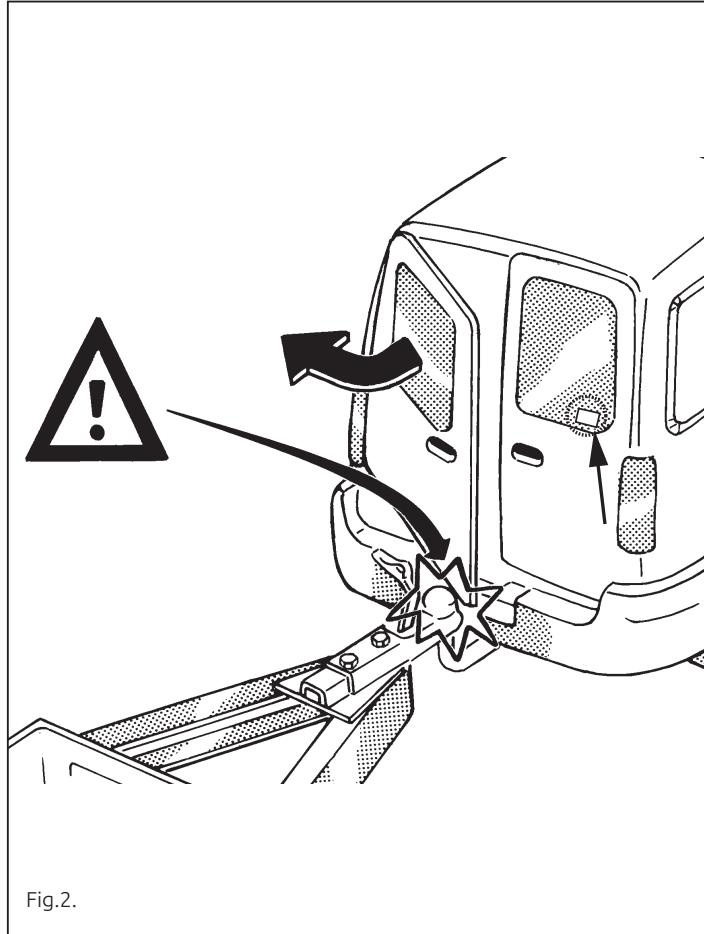

Fig.2.
12. Приклейте наклейку как показано на рис. 2.